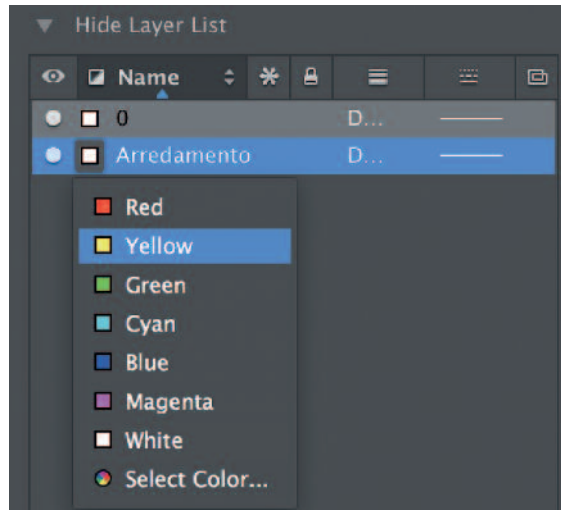

Fig. 6
- *Linecolor* (Colore della linea): quello di default è nero, per modificarlo si clicca sul quadratino bianco, si apre la *palette* dei colori e si sceglie quello desiderato (nell'esempio *Yellow*) e il quadratino assumerà il colore selezionato (► Fig. 6);